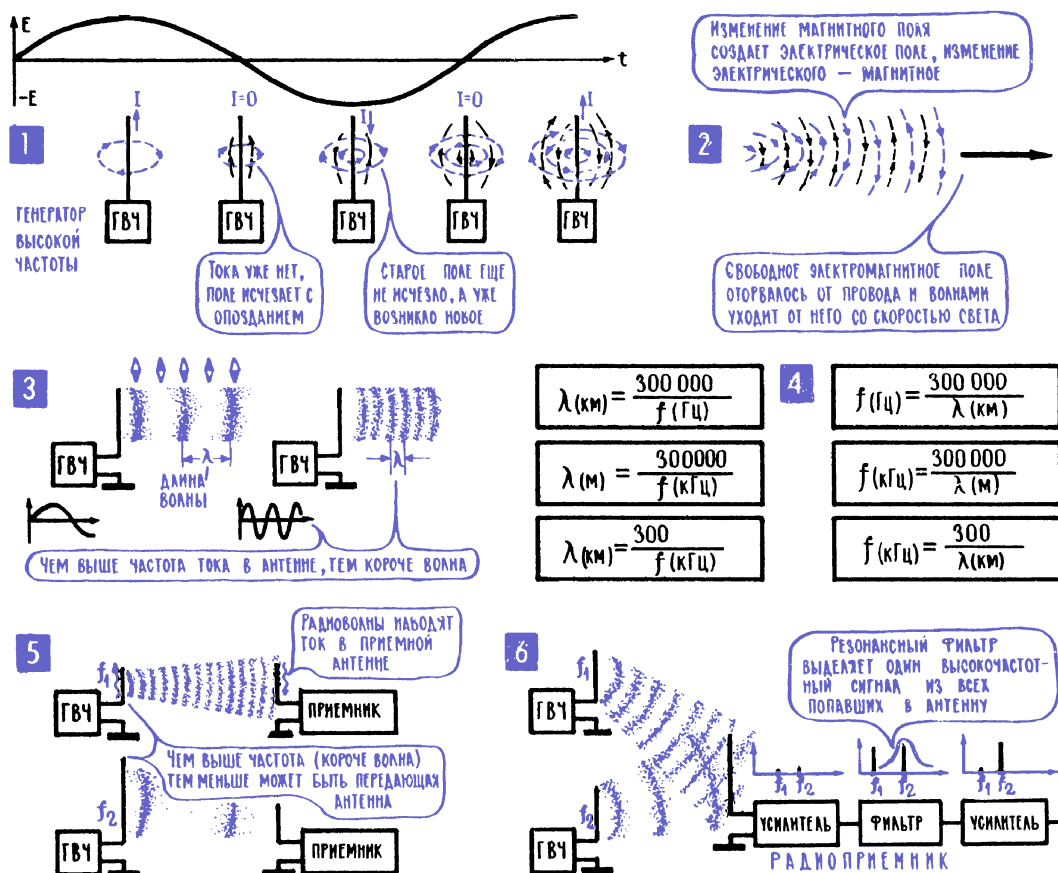
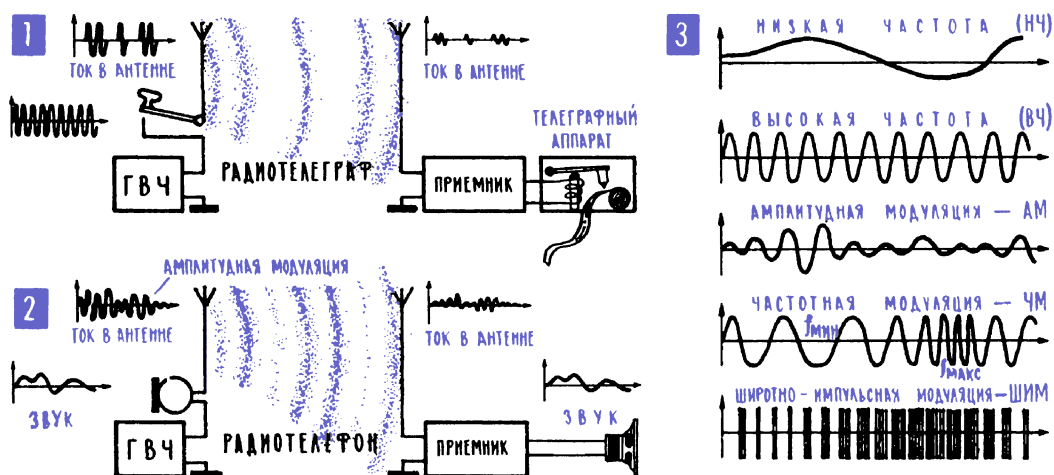

Рис. 13.1. Электромагнитные волны
Рис. 13.2. Принципы передачи и приема электромагнитных волн
Старый, добрый, испытанный метод – мысленный эксперимент: пропускаем по проводнику переменный ток и следим за тем, что происходит с электрическими и магнитными полями на некотором расстоянии от этого проводника (рис. 13.1; 1). Первое же нарастание тока создаст нарастающее магнитное поле, сначала оно появится у самой поверхности проводника, а затем, перемещаясь в пространстве со скоростью света, доберется и до некой точки x . Когда же ток начнет уменьшаться, то магнитное поле тоже будет ослабевать. И тоже не сразу – у поверхности проводника уже поля нет, а в точке x оно еще существует.
Но электричество и магнетизм – это лишь два разных проявления одного электромагнитного процесса. И электрические поля, выброшенные в пространство, так же, как и магнитные, оказываются лишь составляющими единого сложного образования – электромагнитного поля. В этом поле происходит непрерывный обмен энергией между его составляющими, их взаимные превращения – изменения электрического поля рожают магнитное поле, а его изменения, в свою очередь, рожают электрическое поле. Проводник с переменным током излучает одновременно обе составляющие поля – электрическую и магнитную, они непрерывно переходят одна в другую, их уровень и направление все время меняются (рис. 13.1; 2).
Длина электромагнитной волны – это расстояние между двумя соседними одинаковыми сгустками (одного и того же направления), электрической или магнитной составляющей. Если в мысленном эксперименте взять в руки компас и, остановив электромагнитную волну, перемещаться вдоль нее и наблюдать за отклонением стрелки, то можно будет сказать: длина волны – это расстояние между двумя точками, где стрелка отклоняется в одну сторону и притом с одинаковой силой (рис. 13.1; 3). Этот эксперимент относится к числу мысленных не потому, что его трудно осуществить, а потому, что его осуществить невозможно: электромагнитную волну остановить нельзя, она всегда в движении, всегда несетя вперед со скоростью света.
Чем выше частота переменного тока, создавшего электромагнитную волну, тем чаще следуют друг за другом сгустки ее электрических и магнитных составляющих, тем, следовательно, короче длина волны (рис. 13.1; 3). Чтобы подсчитать длину волны λ , нужно знать частоту f переменного тока и вспомнить, что скорость света $c = 300\,000$ км/с. За одну секунду ток совершит f полных циклов изменения (гл. 6; 6), а волна за эту же секунду успеет пройти 300 000 км. Поэтому между каждой парой соседних одинаковых сгустков окажется расстояние $\lambda = 300\,000 / f$ (рис. 13.1; 4). Можно, кстати, дать такое определение длине волны: это расстояние, которое электромагнитная волна успевает пройти за время, равное одному периоду.
3. С помощью электромагнитных волн можно создать канал связи. Проводник с переменным током, излучающий электромагнитные волны, сразу же назовем передающей антенной. На некотором расстоянии от него расположим другой проводник и назовем его приемной антенной (рис. 13.1; 5, 6). Электромагнитные волны, добравшись от передающей антенны к приемной, наведут в ней переменный ток. Можно так описать появление тока в приемной антенне: электрическая составляющая поля будет двигать свободные заряды в проводе так же, как электрическое поле двигает наэлектризованные клочки бумаги. А кроме того, магнитная составляющая поля, поскольку она непрерывно меняется, наведет в приемной антенне ток своим испытанным методом – за счет электромагнитной индукции (гл. 5; 11). А поскольку и электрическая, и магнитная составляющие поля непрерывно меняются, то меняются и силы, которые двигают заряды в приемной антенне. Меняются и по величине, и по направлению. И наводится поэтому в приемной антенне переменный ток (рис. 13.2; 1,2).
Несмотря на простоту и привлекательность такой системы, на практике она неприменима. И вот одна из причин. Чтобы передающая антенна эффективно излучала электромагнитные волны, эта антенна должна быть как можно выше, во всех случаях ее высота должна быть соизмерима с длиной волны (рис. 13.1; 5). Это требование связано с самим механизмом излучения: трудно представить себе, чтобы громкоговоритель размером с булавочную головку эффективно излучал звук. Хорошо, если высота антенны равна половине λ , неплохо, если четверти. Можно смириться даже с тем, что высота антенны составляет несколько процентов от длины волны, хотя при этом мощность излучения составит чрезвычайно малую часть мощности переменного тока в передающей антенне. Теперь подсчитаем: даже на средней звуковой частоте 1000 Гц длина волны оказывается 300 км. И если смириться с тем, что высота антенны составляет всего 1 % от λ (это очень плохо, но пусть хоть так), то понадобится антенна высотой 3 км. Построить такую высокую антенну непросто. А ведь нужно еще излучать и более низкие частоты, для которых антенну пришлось бы делать намного выше.
Выход такой: создавать радиоволны нужно с помощью токов высокой частоты, а каждому передатчику разрешать работать только на одной, именно за ним закрепленной частоте. Во-первых, это позволит в приемнике с помощью резонансных фильтров (гл. 6; 24) отделять сигнал нужной станции от всех остальных (рис. 13.1; 6). А во-вторых, для эффективного излучения высокочастотному току понадобятся уже сравнительно неболь-
5. Модуляция; изменяя тем или иным способом высокочастотный ток, записывают в нем информацию. Включив в передающую антенну телеграфный ключ, а в приемную – приемный телеграфный аппарат, можно создать линию беспроводной радиотелеграфной связи (рис. 13.2; 1). Именно это в конце прошлого века сделал изобретатель радио Александр Степанович Попов. Свои работы он так и называл – телеграфирование без проводов. Передавать по радио речь, то есть осуществлять телефонирование без проводов, научились значительно позже.
Амплитудная модуляция, сокращенно АМ, – это лишь один из способов зашифровывания информации в высокочастотном токе. Другой распространенный способ – частотная модуляция ЧМ (рис. 13.2; 3). Здесь амплитуда высокочастотного тока остается неизменной, а под влиянием микрофона в сравнительно небольших пределах меняется сама частота переменного тока. Сделать это несложно: генератор высокочастотного тока в передатчике – это всегда ламповый или транзисторный генератор, частоту которого определяют параметры колебательного контура (гл. 11; 3). Существуют несложные схемы, которые под действием микрофонного тока в небольших пределах меняют емкость контура и таким образом осуществляют частотную модуляцию. Передатчики многоканальных линий радиосвязи часто работают в импульсном режиме, это позволяет использовать много разных способов модуляции. Например, менять амплитуду импульса (амплитудно-импульсная модуляция, АИМ), ширину импульса (широотно-импульсная модуляция, ШИМ), время его появления (фазово-импульсная модуляция, ФИМ) или отображать изменения микрофонного тока в различных комбинациях импульсов (импульсно-кодовая модуляция, ИКМ). Естественно, что для всех этих способов модуляции существуют свои способы детектирования, извлечения информации из модулированного сигнала.
Основная профессия колебательного контура, основная его работа в радиоприемнике – выделение сигнала принимаемой станции из бесчисленного множества сигналов, наведенных в приемной антенне радиоволнами разных радиостанций (рис. 13.1; 6). Чтобы познакомиться с этой деятельностью контура, нужны некоторые дополнительные сведения.